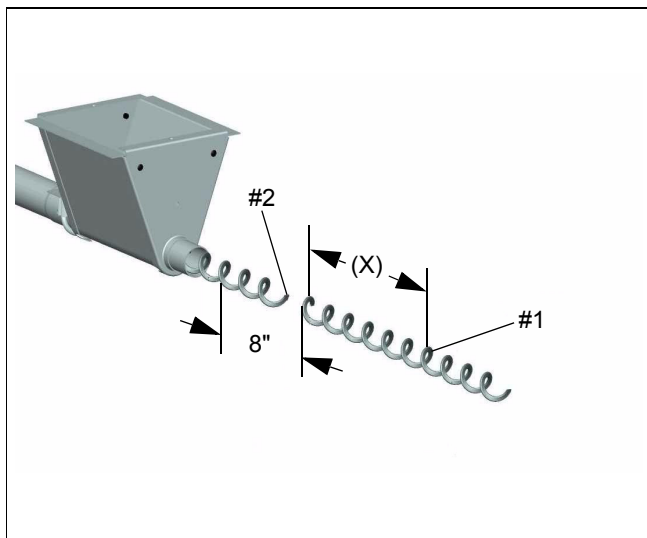

Рисунок 5D
6. См. Рисунок 5D на стр. 30. Величина необходимого растяжения (X) рассчитывается как $7 \frac{1}{2}$ " на 100' шнека (19 см на 30 м). Вытягивайте шнек через конец воронки кормораздаточной линии до устранения провисания. Отметьте шнек у края впускной трубки воронки (№ 1). Вытяните шнек на необходимое расстояние (X) и отметьте его у края впускной трубки воронки (№ 2). Вытяните шнек еще на 8" (20,3 см) и надежно зафиксируйте с помощью щипцов-зажима. Щипцы будут затянуты в воронку, удерживая шнек в данной точке. Обрежьте шнек у отметки № 2.